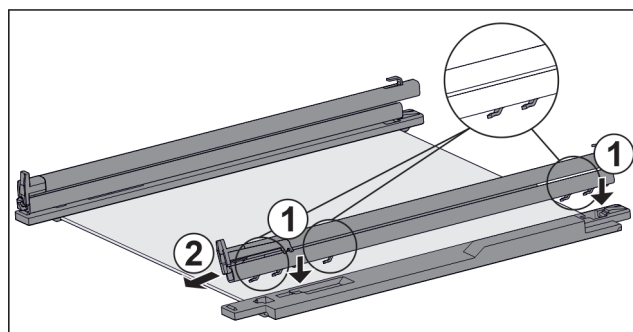

Fig. 131 Glasplade med skinner og holdedele
- ▶ Sæt skinnens kroge på den **venstre** holdedels åbninger. *Fig. 131 (1)*
- ▶ Træk skinnen frem. *Fig. 131 (2)*
- ▶ Sæt skinnens kroge på den **højre** holdedels åbninger. *Fig. 131 (1)*